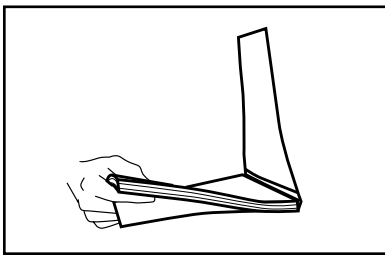

ABBILDUNG 15
7. Legen Sie auf einer glatten Oberfläche Ihr gebundenes Dokument in den Umschlag und stellen Sie sicher, dass die obere Kante des Dokumentes mit der des Umschlages abschließt (siehe Abbildung 15).